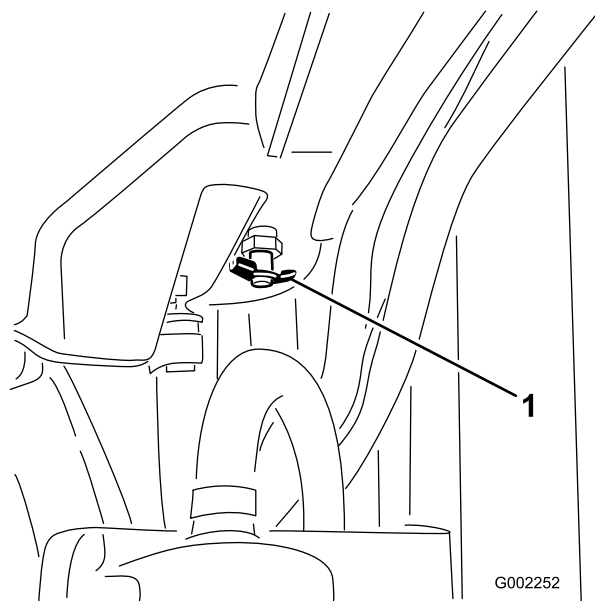

Figura 93
4. Abra la válvula de vaciado y deje que el refrigerante se drene en el recipiente (Figura 93).
5. Cierre la válvula de vaciado (Figura 93).